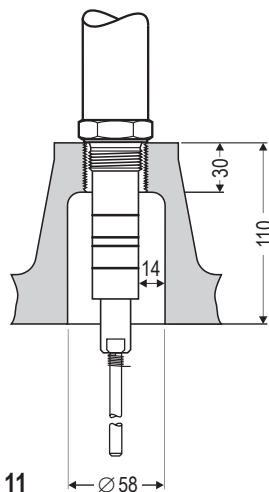

Рис. 11
- При установке электрода контроля уровня NRG 111-50 во фланцевый патрубок DN 50 использовать только глухой фланец GESTRA! **Рис. 11**
- Протяженность участка тока поверхностной утечки между электродом и массой (фланцем, стенкой резервуара) должна составлять не менее 14 мм! **Рис. 11, рис. 15-21**